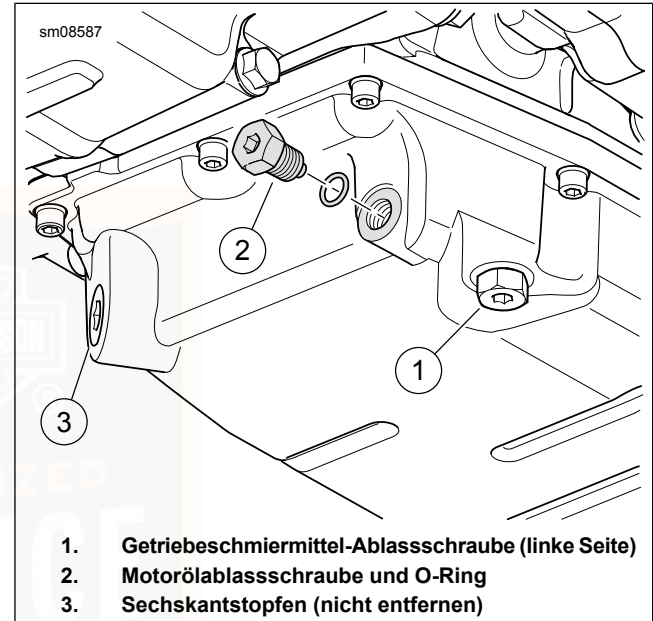

Abbildung 85. Ölwanne
3. Siehe Abbildung 85. Die Ölablassschraube (2) und den O-Ring entfernen. Das Öl vollständig ablaufen lassen.